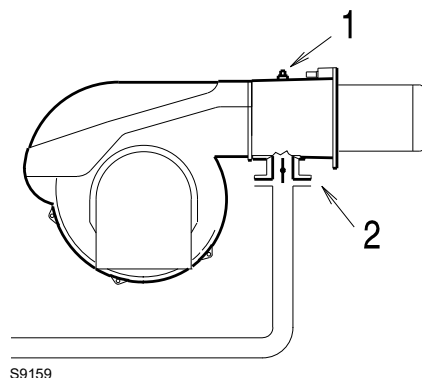

Рис. 35
Давление газа, измеренное на штуцере 1)(Рис. 35), с:
- дроссельной заслонкой при максимальном открытии (90°), как показано на Рис. 35;
Потеря нагрузки дроссельного газового клапана 2)(Рис. 35) при максимальном открытии: 90°.
- Отнимите от давления газа на штуцере 1)(Рис. 35) давление в камере сгорания.
Давление газа на штуцере 1)(Рис. 35) = 13,7 мбар
Чтобы узнать давление газа, необходимое на штуцере 1)(Рис. 35) в условиях максимальной мощности модуляции, при которой должна работать горелка, выполните следующее:
- Посмотрите справа в столбце 1 давление на штуцере 1)(Рис. 35).
необходимое давление на штуцере 1)(Рис. 35).